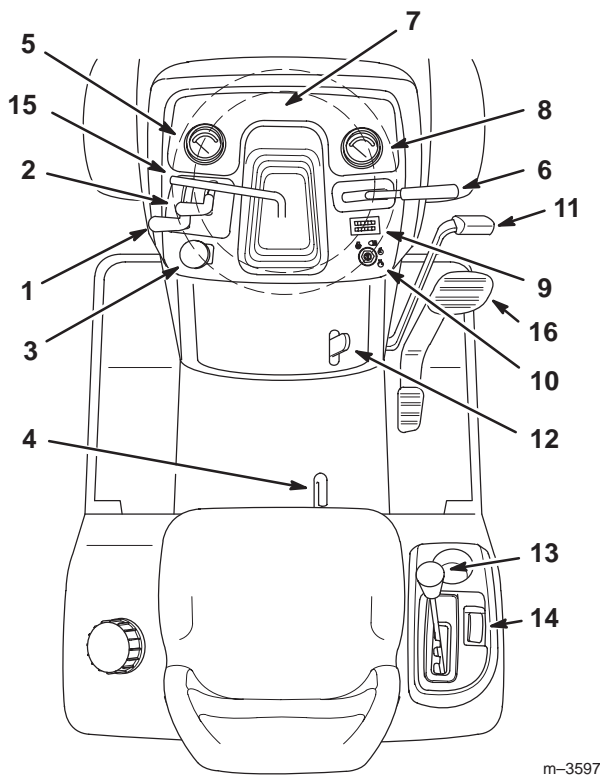

Bild 12
Machen Sie sich mit den Bedienungselementen (Bild 12) vertraut, bevor Sie den Motor anlassen oder die Maschine bedienen.
1. Drücken Sie das Bremspedal (Bild 12) durch und halten es in der gedrückten Position.
2. Ziehen Sie den Feststellbremshebel (Bild 12) hoch und nehmen den Fuß nach und nach vom Bremspedal. Das Bremspedal muss in der durchgedrückten Stellung bleiben.
1. Drücken Sie das Bremspedal (Bild 12) herunter.